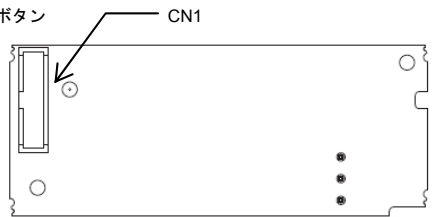

図 2-2 カード裏面
- (4) カード上にバーコードシールが貼付けてあることを確認してください (図 2-2)。また貼付け前のバーコードシールが製品に 1 枚同梱されていることを確認してください。
- (2) インタフェースカードの裏面(図2-2)のCN1を、インバータ本体の制御プリント基板の接続ポートへ差し込み、付属ねじで固定してください。(図4-2)